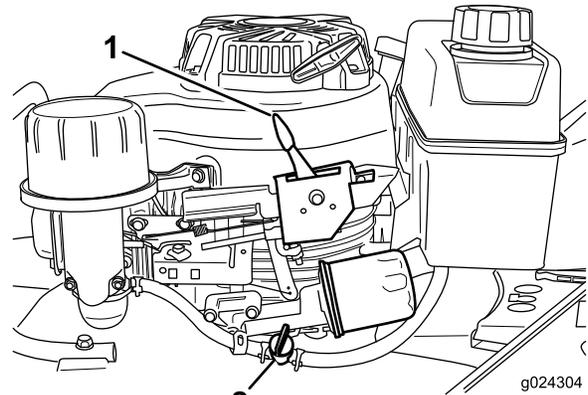

Figura 13
2. Abra a válvula do combustível (Figura 13).
3. Desloque a alavanca de controlo do regulador (Figura 13) para a posição Choke.
Liberte a barra de controlo da lâmina e desloque a alavanca de controlo do regulador (Figura 13) para a posição Stop.
**Nota:** Feche a válvula de combustível (Figura 13) se não ligar o motor logo depois.